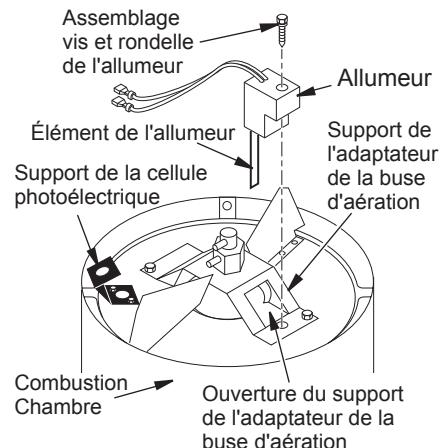

Figure 22 - Remplacement de l'allumeur
- Retirez la chambre de combustion. Posez la chambre de combustion debout avec le support de l'adaptateur de la buse d'aération sur le dessus (voir figure 22).
- Acheminez les fils d'allumage de nouveau vers le bas par le trou de l'habillage inférieur. Branchez les fils à l'assemblage de la commande d'allumage (voir figure 22).